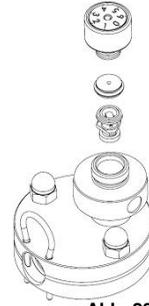

Abb. 28
- Setzen Sie das Rückschlagventil und die Luftdüsenscheibe ein und setzen Sie die Luftregulierungsschraube auf. (Abb. 28)